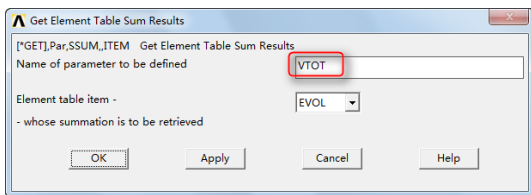

图 16-26 “Get Element Table Sum Results”对话框
⑨取出体积的值: Utility Menu > Parameters > Get Scalar Data 命令, 弹出“Get Scalar Data”对话框。在“Type of data to be retrieved”的左栏中选择“Results data”, 在右栏中选择“Elem table sums”, 单击“OK”按钮, 弹出“Get Element Table Sum Results”对话框, 如图 16-26 所示, 在“Name of parameter to be defined”后面的文本框中输入“VTOT”, 单击“OK”按钮关闭对话框。